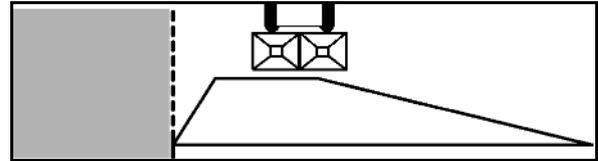

図 70
散布偏向板の設定をツールを用いずに正確に行うために、各散布ディスクには 2 種類の区別のはっきりした目盛り (図 70/1 と 図 70/2) が配置されています。
- 短い散布偏向板 (図 70/3) には、値 5 ~ 28 の目盛り (図 70/1) が、長い散布偏向板 (図 70/4) には、値 35 ~ 55 の目盛り (図 70/2) が割り当てられています。
- 短い散布偏向板 (図 70/3) 用に設定値を読み取りエッジ (図 70/5) で読み取ります。
- 長い散布偏向板 (図 70/4) 用に設定値を読み取りエッジ (図 70/6) で読み取ります。
- 散布偏向板を目盛り (図 70/1 または 図 70/2) のより大きな数値に回転させると、作業幅が拡大します。